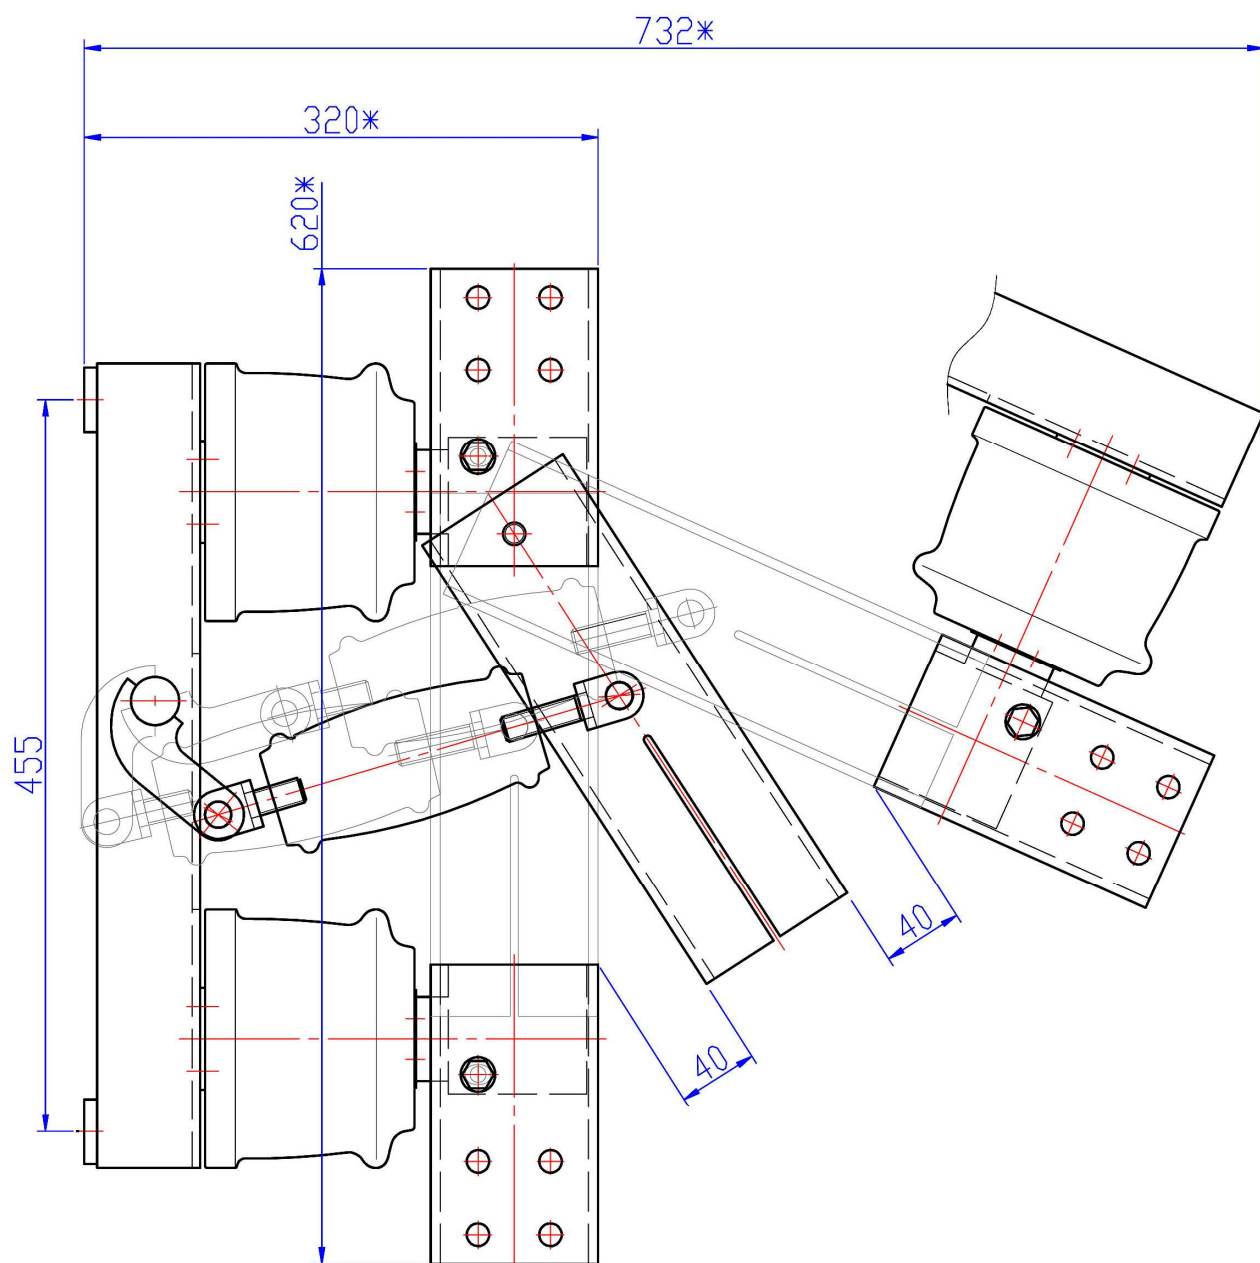

Рис. 3.1 – Боковой вид разъединителя
3.3 Вид разъединителя РВР показан на рис. 3.1, разъединителя РВРЗ на рис. 3.2 (фото).